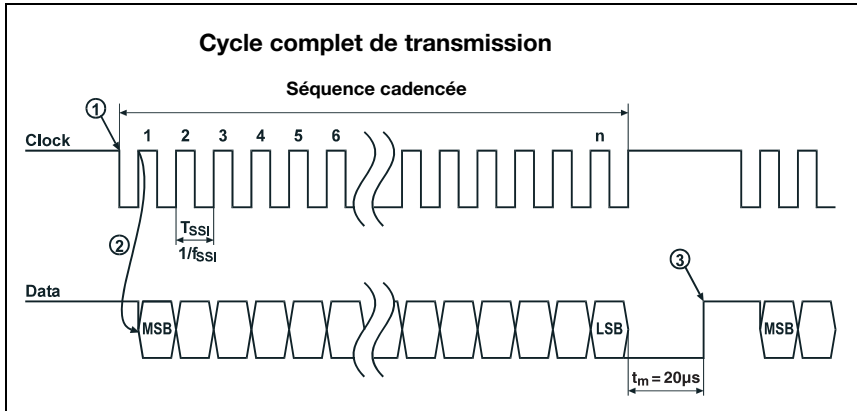

Figure 9.1 : Déroulement de la transmission de données SSI
À l'état de repos, la ligne d'horloge tout comme celle de transmission des données sont de niveau HIGH. Lors du premier flanc HIGH-LOW (point ① sur la figure 9.1), les données du registre interne sont mémorisées. Cela garantit que les données ne changent plus pendant la transmission série de la valeur.
Lors du passage suivant du signal d'horloge du niveau LOW au niveau HIGH (point ② sur la figure 9.1), la transmission de la valeur de position commence avec le bit de poids fort (MSB). Lors de chaque changement du signal d'horloge de LOW à HIGH, le bit suivant (poids décroissant) est envoyé sur la ligne de transmission des données. Une fois le bit de poids le plus faible (LSB) émis, la ligne de transmission des données passe au niveau LOW (fin de transmission) avec le dernier passage du signal d'horloge du niveau LOW au niveau HIGH.
Une bascule monostable redéclenchée par le signal d'horloge impose d'attendre avant que l'interface SSI puisse être appelée pour la prochaine transmission. Il en résulte aussi un temps de pause minimal entre deux séquences consécutives. Une fois le temps $t_m = 20\mu s$ écoulé, la ligne de transmission des données repasse au niveau de repos (HIGH) (point ③ sur la figure 9.1), ce qui signale que l'échange de données est complètement terminé et que le système est à nouveau prêt à émettre.